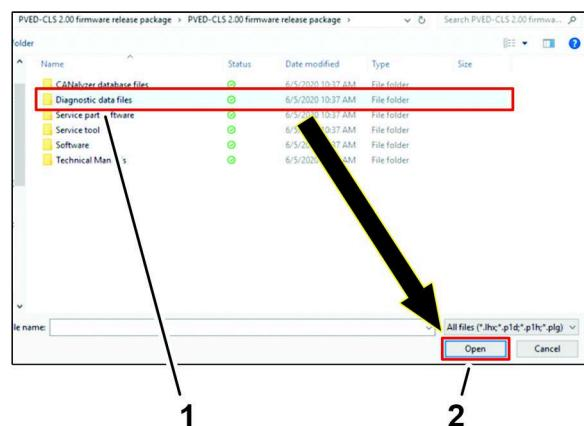

図 50
4. 診断データファイルフォルダーをクリックし、開くアイコン(図50)をクリックする。